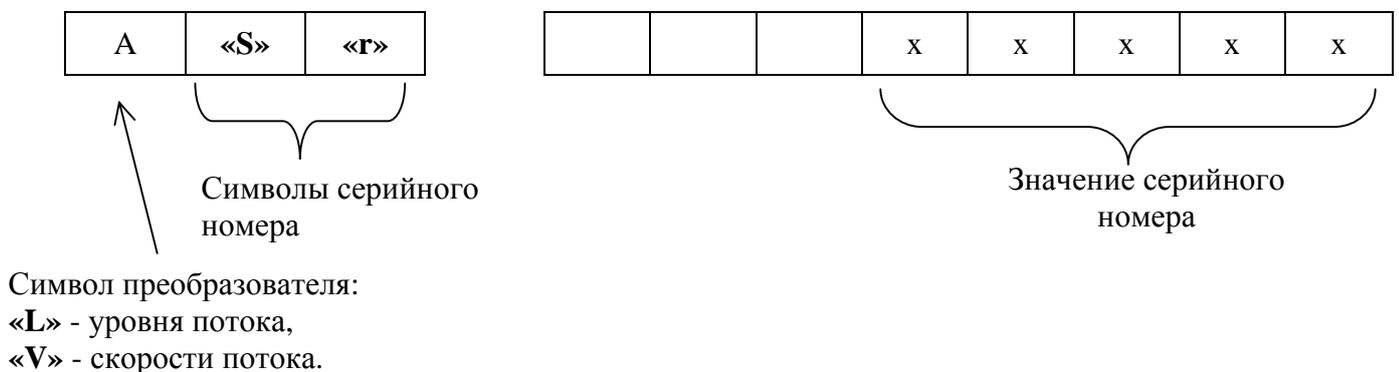

Рис. 14. Отображение серийных номеров преобразователей.
1.5.1.9. При выборе пунктов меню «Серийный номер ПУП» или «Серийный номер ПСП» на индикатор выводится информация о серийных номерах преобразователей (рис.14), прочитанных по известным адресам MODBUS. Если связь с преобразователем (датчиком) установить не удастся, то вместо серийного номера на индикатор выводятся символы «-----». Символы «-----» выводятся также, если прошло менее 20 секунд после включения РСБП «Стрим».